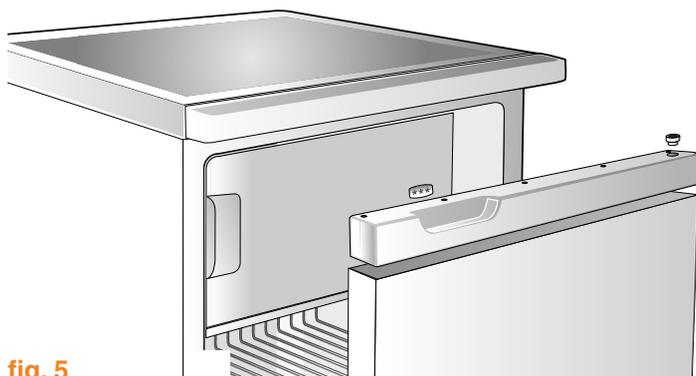

fig. 5
MONTAJE DE LA REJILLA DE VENTILACIÓN (FIG. 5)
- E) Nunca cubra a grelha de ventilação colocada na parte traseira do plano de trabalho (table top) fig.5.
MONTAGEM DA GRELHA DE VENTILAÇÃO (FIG. 5)
MANIGLIE ORIZZONTALI MONO-PORTA (Fig. 5):
SINGLE DOOR HORIZONTAL HANDLES (fig.5)
Eine Tür horizontale Griffe (Abb.5)
POIGNÉES HORIZONTALES POUR UNE SEULE PORTE (FIG.5)